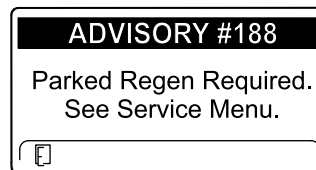

Figura 66
- Richiesta di rigenerazione parcheggiata ADVISORY #188 (Figura 66)